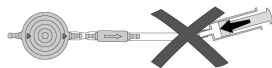

Bild 19: Undvik trycksättning
- ▶ Trycksättning med engångsspruta ska undvikas både i den proximala och den distala änden (Bild 19).